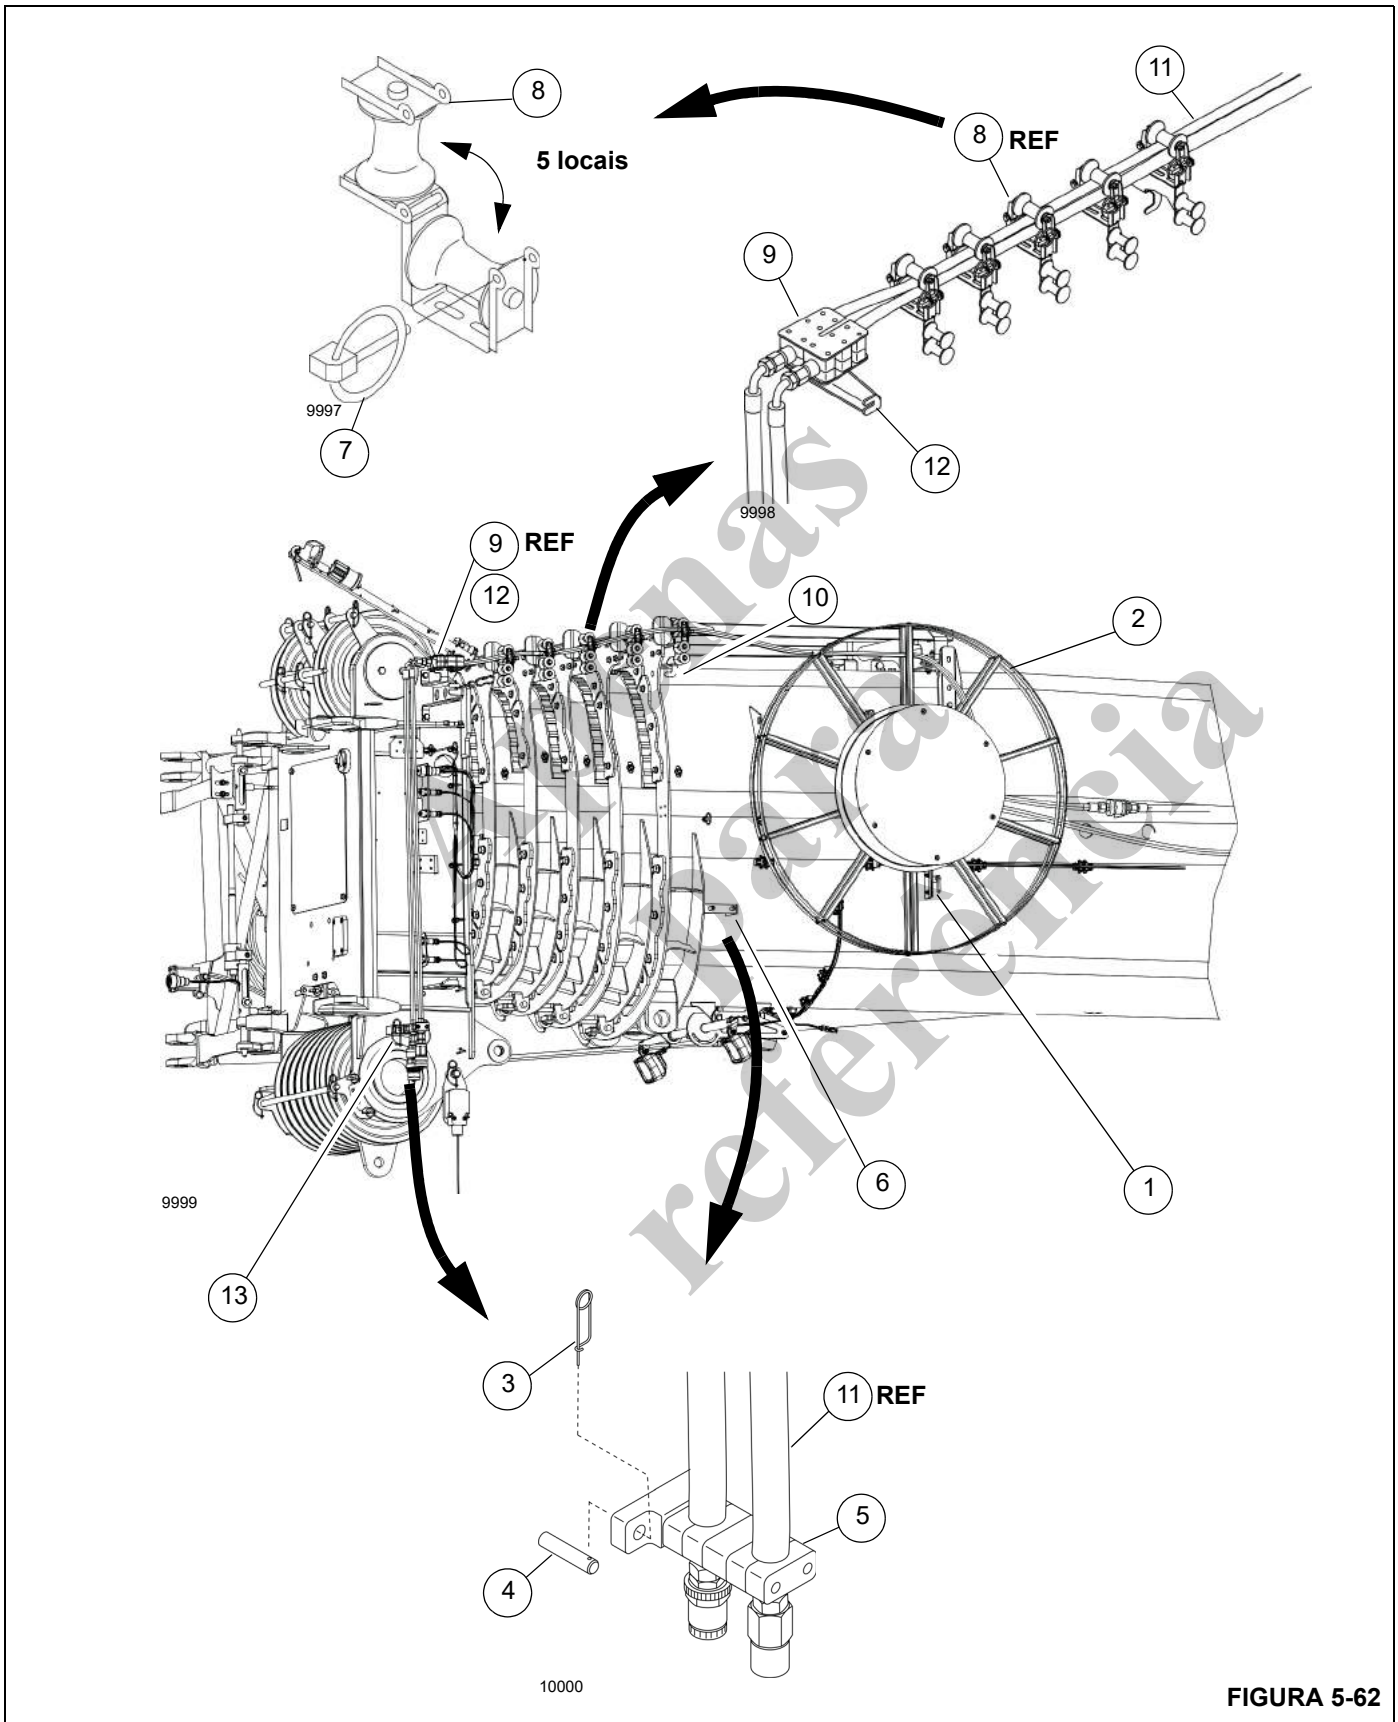

FIGURA 5-62
Se o suporte de alívio de tensão (9, Figura 5-62) for liberado depois da liberação do dispositivo de travamento, não solte o suporte de alívio de tensão sob nenhuma circunstância antes que ele seja fixado novamente. Se você soltar o suporte de alívio de tensão, as mangueiras hidráulicas ricochetearão descontroladamente devido à força da mola do tambor de mangueira e pode machucar pessoas ou danificar peças do guindaste.
1. Desengate a trava (1, Figura 5-62) para destravar o tambor da mangueira (2).
2. Remova os grampos de retenção (3) dos pinos (4) e o suporte da extremidade da mangueira (5) do suporte de retração da seção de base da lança (6).
3. Remova os pinos (7) e dobre as polias guias para (8) para cima.
4. Remova o suporte de alívio de tensão (9) do seu suporte de montagem da seção de base da lança (10) e puxe as mangueiras hidráulicas (11) em direção à extremidade da lança.
5. Enganche o suporte de alívio de tensão (9) no suporte de montagem da extremidade da lança (12).
6. Instale o suporte da extremidade da mangueira (5) no suporte de retração da extremidade da lança (13) com grampos de retenção (3).
7. Dobre para baixo as polias guia (8) e prenda-as com os pinos (7).
1. Certifique-se de que o dispositivo de trava esteja destravado (1, Figura 5-62) e que o tambor da mangueira (2) pode girar.
2. Remova os pinos (7) e dobre as polias guias (8) para cima.
3. Remova os grampos de retenção (3) dos pinos (4) e o suporte da extremidade da mangueira (5) do suporte de retração da extremidade da lança (13).
4. Retire o suporte de alívio de tensão (9) do suporte de montagem da extremidade da lança (12) e fixe-o ao suporte de montagem da seção da base da lança (10).
5. Instale o suporte da extremidade da mangueira (5) no suporte de retração da seção de base da lança (6). Fixe com grampos de retenção (3).
6. Dobre para baixo as polias guia (8) e prenda-as com os pinos (7).
7. Trave (1) o tambor da mangueira (2).